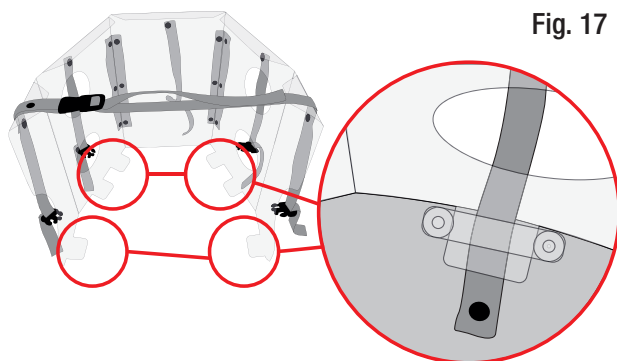

Fig. 17
- insertar las solapas en las ranuras (fig. 17),